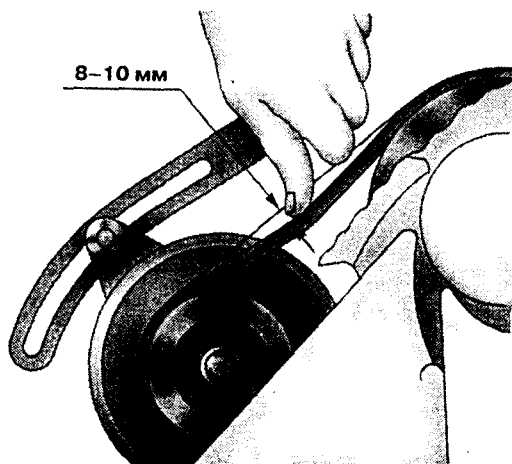

Рис. 62. Проверка натяжения ремней привода генератора
- нажать большим пальцем (усилие 4 кгс) на ремень между шкивом генератора и шкивом водяного насоса. Каждый ремень должен прогибаться на величину 8-10 мм (см. рис. 62),
6. Установить ремни и произвести их натяжение с помощью натяжной планки (см. рис. 62).